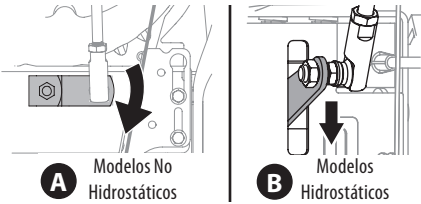

Figura 33
3. Verifique que la palanca de cambios que está en la parte posterior de la transmisión esté rotada hacia abajo al máximo de su rotación. Consulte la Figura 33, Detalle "A" para modelos sin transmisión hidrostática o Detalle "B" para modelos con transmisión hidrostática.